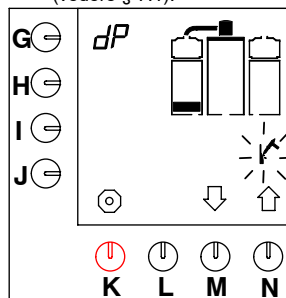

Fig. 17 Primo livello del programma di disincrostazione
- Sullo schermo viene visualizzato il blocco del primo livello e lampeggia il simbolo del martello (vedere fig. 17)